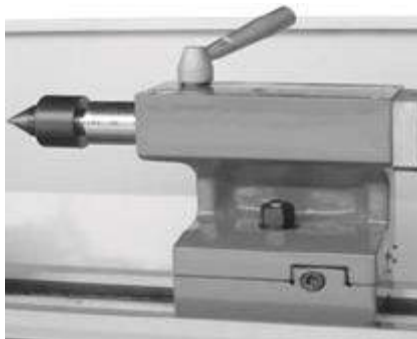

Figura 34
8.14.5. CENTRO DINÂMICO (opcional) (Figura 34)